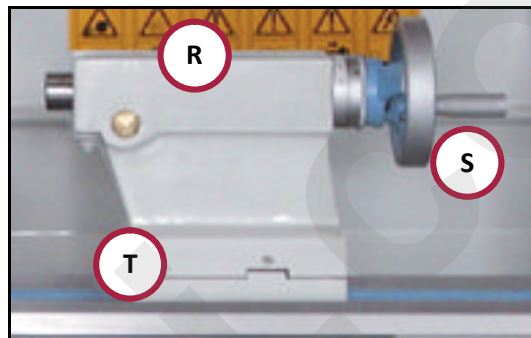

Figura 24 – Leva e volantino della contropunta.
Sulla contropunta vi sono i comandi manuali (leve, volantini e viti) che ne consentono la regolazione fine e l'avanzamento (vedere la Figura 24).
(R) Leva di bloccaggio del canotto : La leva permette il bloccaggio del canotto della contropunta (si trova nel lato non visibile dalla Figura 24)